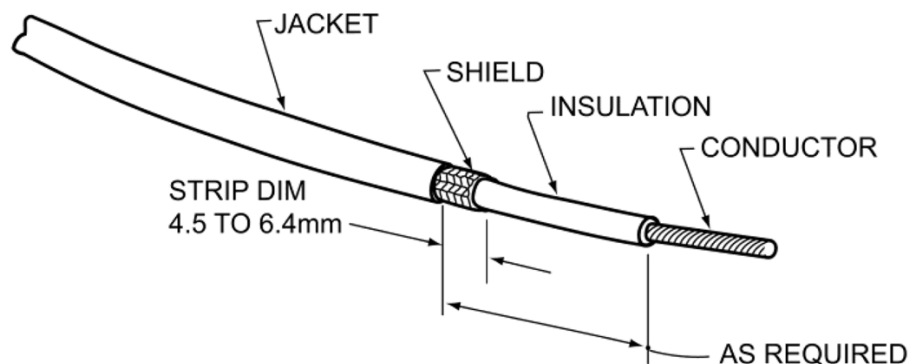

Figure 3-1.
- Dénudez un fil blindé simple ou double selon l'exemple de la figure 3-1 (CASA AC 21-99) en tenant compte que le manchon thermique se situera à 2 pouces (5 centimètres) de l'extrémité du fil (distance « as required » de la figure 3-1 ci-dessous) :
- ☐ Dénudez un second fil blindé simple ou double selon l'exemple de la figure 3-1 en tenant compte que le manchon thermique se situera à 2 pouces (5 centimètres) de l'extrémité du fil (distance « as required » de la figure ci-dessous :